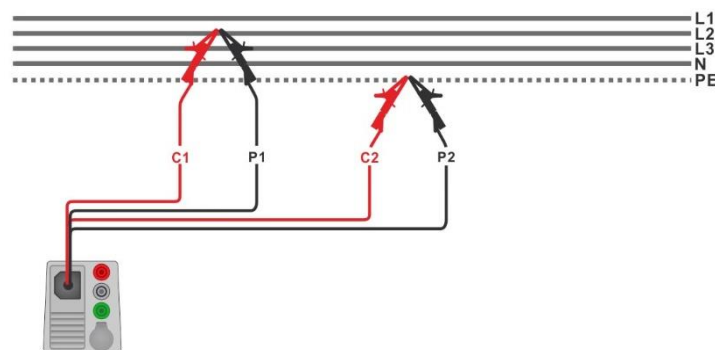

Abbildung 7.45: Anschluss des 4-Leiter Prüfadapters
- › Schließen Sie den 4-Leiter Prüfadapter an das Prüfobjekt an: die C1, P1 Klemmen an die Phase und C2, P2 Klemmen an PE; siehe **Abbildung 7.45**.